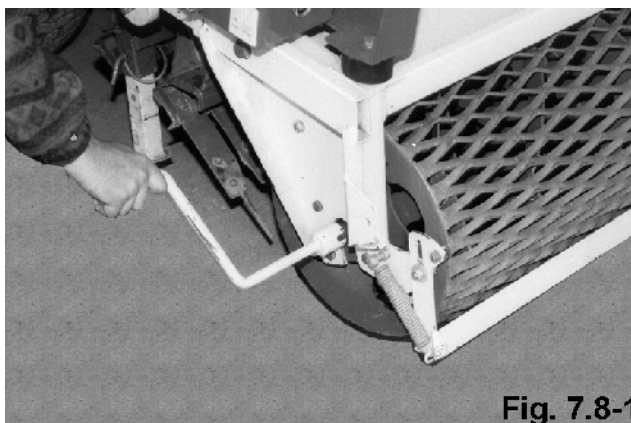

Fig. 7.8-1
- Anslut veven på vältens vänstra gavel (fig. 7.8-1).